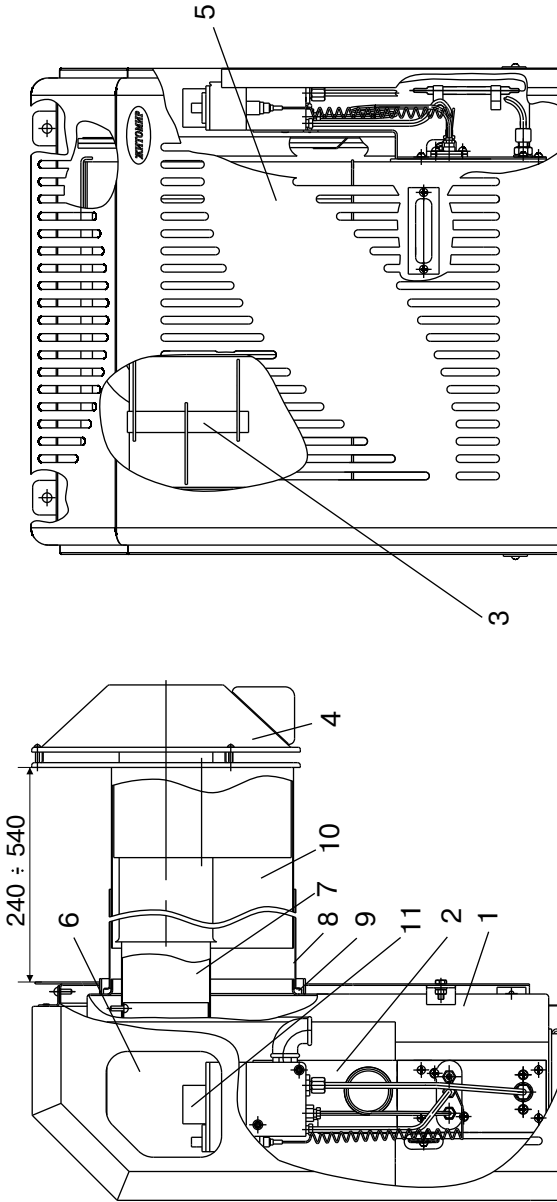

Рис. 1. Устройство конвектора
5.1. Конвектор (см рис.1) состоит из таких основных частей: корпуса с герметичной камерой сгорания, дымо-воздушного блока, газогорелочного устройства, крышки, закрывающей верхний проем, облицовочного кожуха. Для обеспечения герметичности топки конвектора между корпусом и дымо-воздушным блоком, газогорелочным устройством, крышками установлены прокладки из базальтового картона.
6.4. Установка конвектора должна выполняться в соответствии с требованиями ДБН В.2.5-20, приведённым в п. 4.6. в такой последовательности: (см. рис. 1,2)